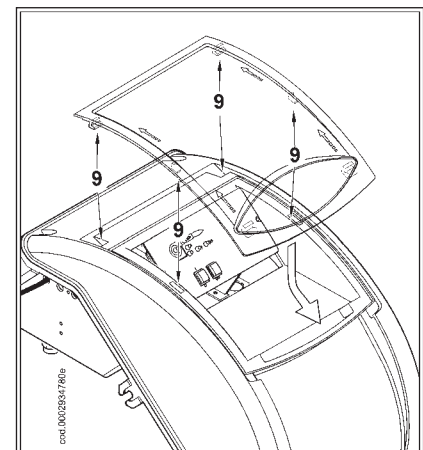

图 5
5) 如图5所示，正确放回透明罩：将透明罩的钩子置于钩槽内，沿箭头方向推动透明罩，直到钩子钩住盖板。